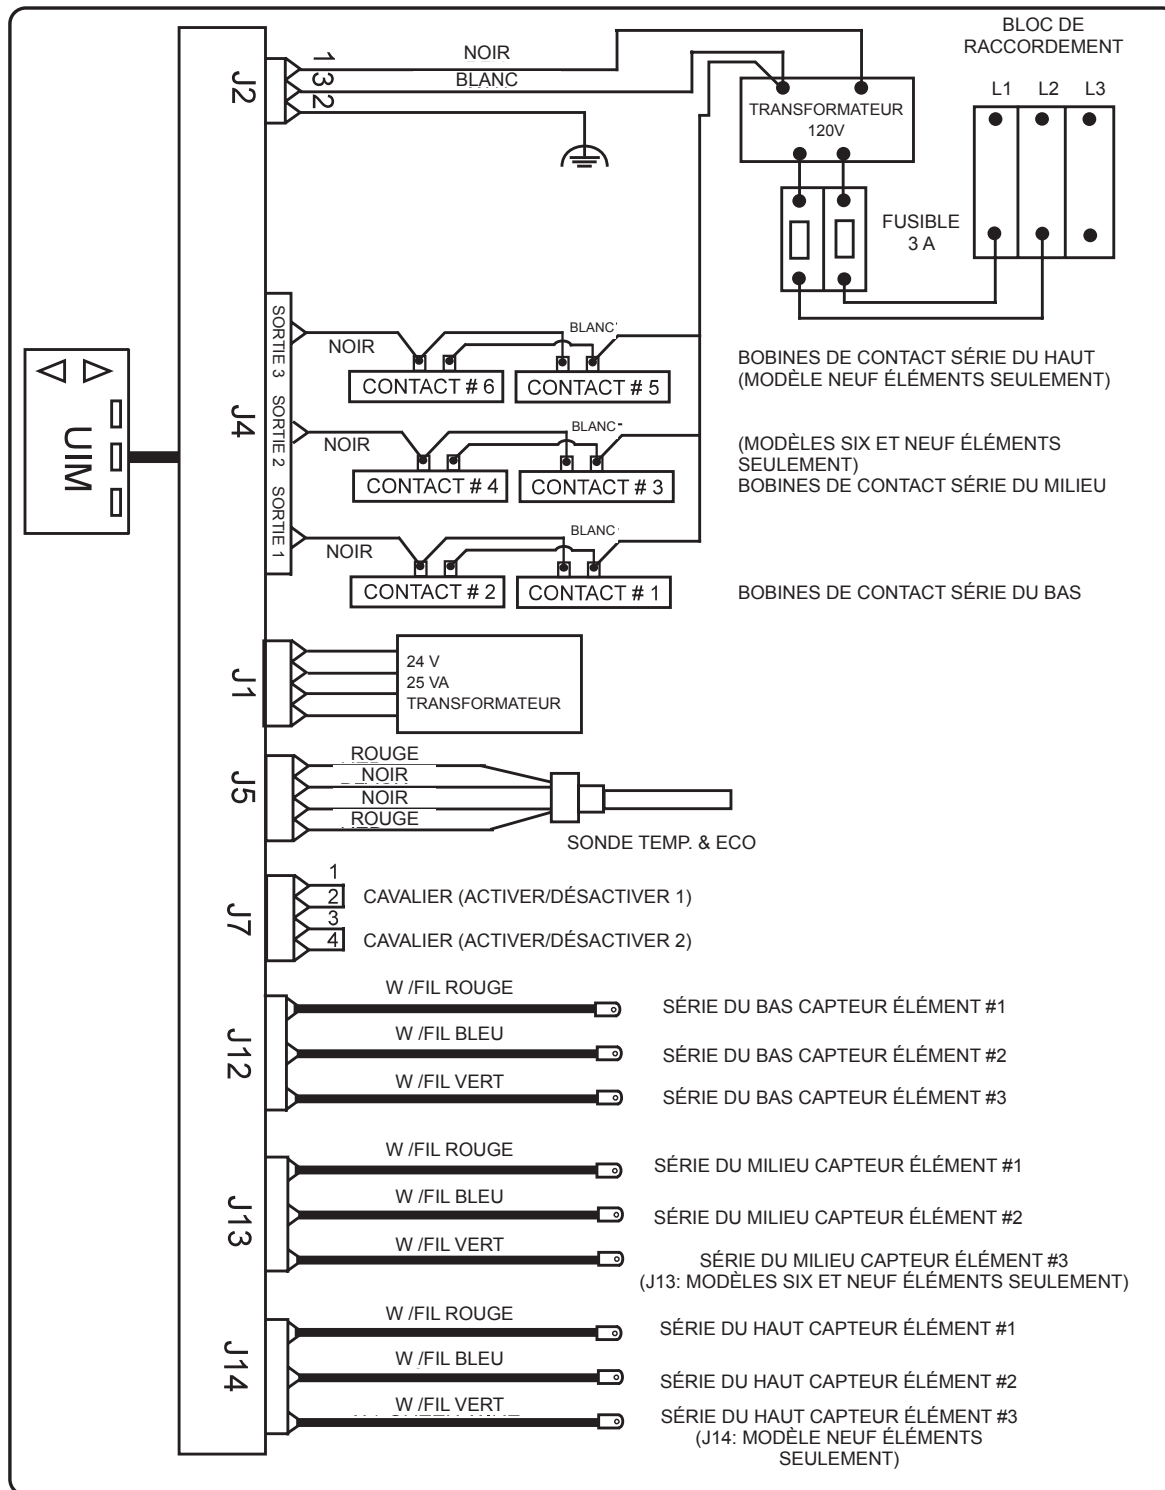

Figure 6
- Le circuit de commande, qui contrôle le courant électrique des éléments chauffants, référant au diagramme du circuit de commande suivant Figure 6.